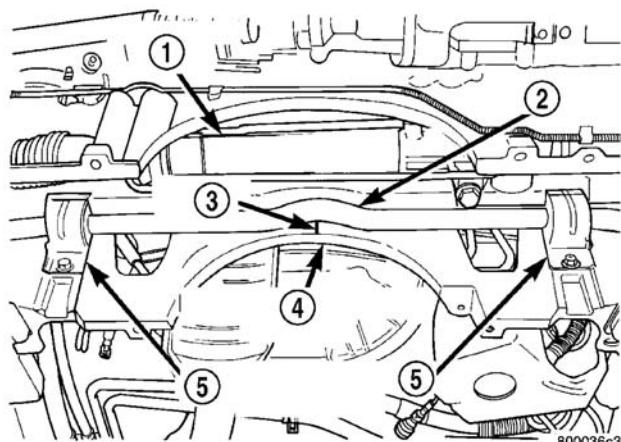

图 34 前稳定杆止动件
(6) 从前悬架托架横梁上卸下稳定杆衬套止动件 (图 34)。
(7) 从前悬架托架横梁上将稳定杆和衬套作为一个总成卸下。
(5) 用手拧动每个稳定杆连杆端部的螺母。将开口扳手插入连杆的安装球销内加工的平台上, 不让球销转动, 然后在保持扳手不动的同时紧固每个螺母。每个螺母的紧固扭矩为 $88 \text{ N} \cdot \text{m}$ (65 ft.lbs.)。
(6) 紧固稳定杆衬套固定件至托架的连接螺栓 (图 34), 紧固扭矩为 $68 \text{ N} \cdot \text{m}$ (50 ft.lbs.)。